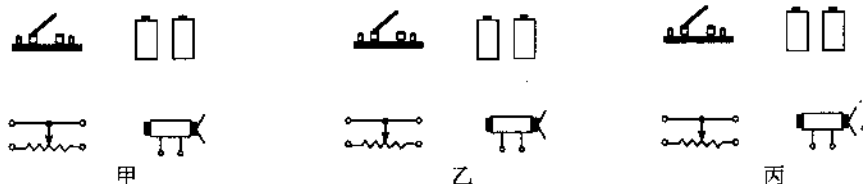

图 15.2-7
11. 粗心的程平把开关、小风扇、滑动变阻器、电源用导线连接好后,闭合开关,小风扇转动了。她想改变小风扇的转速,但无论怎样调节滑动变阻器,小风扇的转速就是不变。请你在图 15.2-7 甲中画出程平的连线方式,并在图 15.2-7 乙中画出能改变小风扇转速的连接方式。程平想改变小风扇的转动方向,请你在图 15.2-7 丙中画出连线方式。